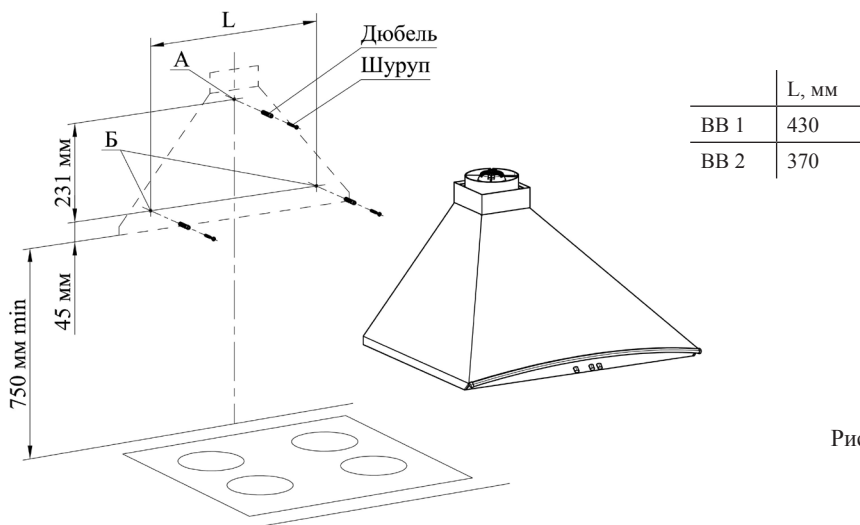

Рис. 2
ВНИМАНИЕ! МИНИМАЛЬНОЕ РАССТОЯНИЕ МЕЖДУ ПЛОСКОСТЬЮ УСТАНОВКИ ПОСУДЫ НА ПЛИТУ (НАГРЕВАТЕЛЬНОЙ ПОВЕРХНОСТЬЮ) И ВОЗДУХООЧИСТИТЕЛЕМ ДОЛЖНО БЫТЬ 75 см. ВОЗДУХООЧИСТИТЕЛЬ КРЕПИТЬ НА РОВНУЮ ПОВЕРХНОСТЬ (рис. 2).
- 6.3 С учетом установочной высоты и центральной линии разметьте на стене отверстия (А и Б) (рис. 2).
- 6.4 Просверлите отверстия (А и Б) диаметром 8 мм на глубину 50 мм (рис. 2).
- 6.5 В отверстия вставьте дюбели согласно рис. 2 и по отверстию А заверните не до упора шуруп, на который навесьте воздухоочиститель со снятой крышкой.